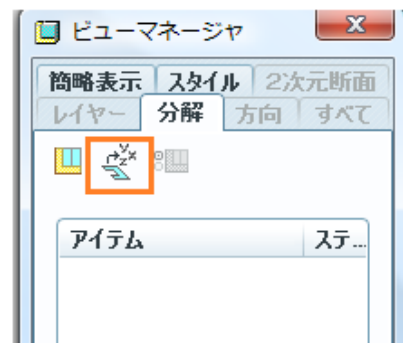

図 9-11 配置を編集
- 表示された「分解」ビューマネージャのダッシュボードの「配置を編集」をクリックする(図 9-11)。